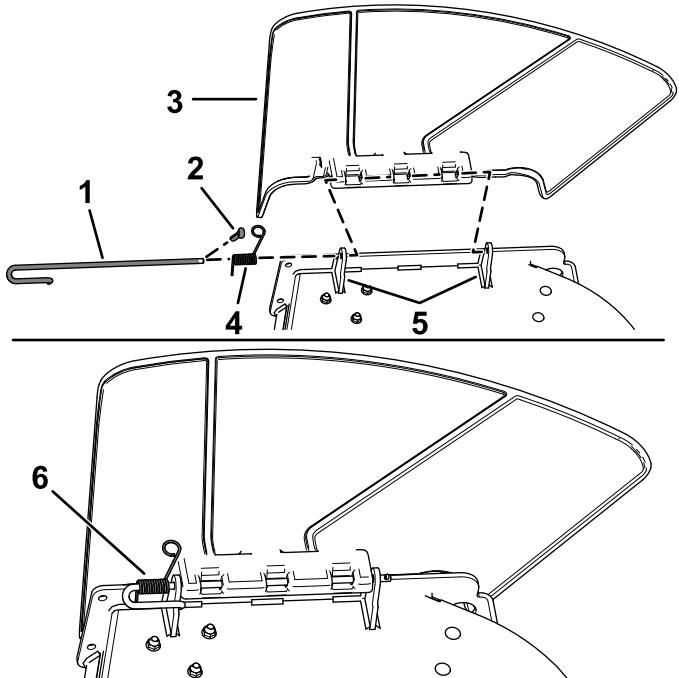

Figura 6
- Otkačite oprugu iz ureza na nosaču usmerivača, skinite osigurač (samo za modele koji podležu CE označavanju) i izvucite šipku iz zavarenih nosača kućišta, opruge i usmerivača za pražnjenje (Figura 6).
- Skinite usmerivač (Figura 6).